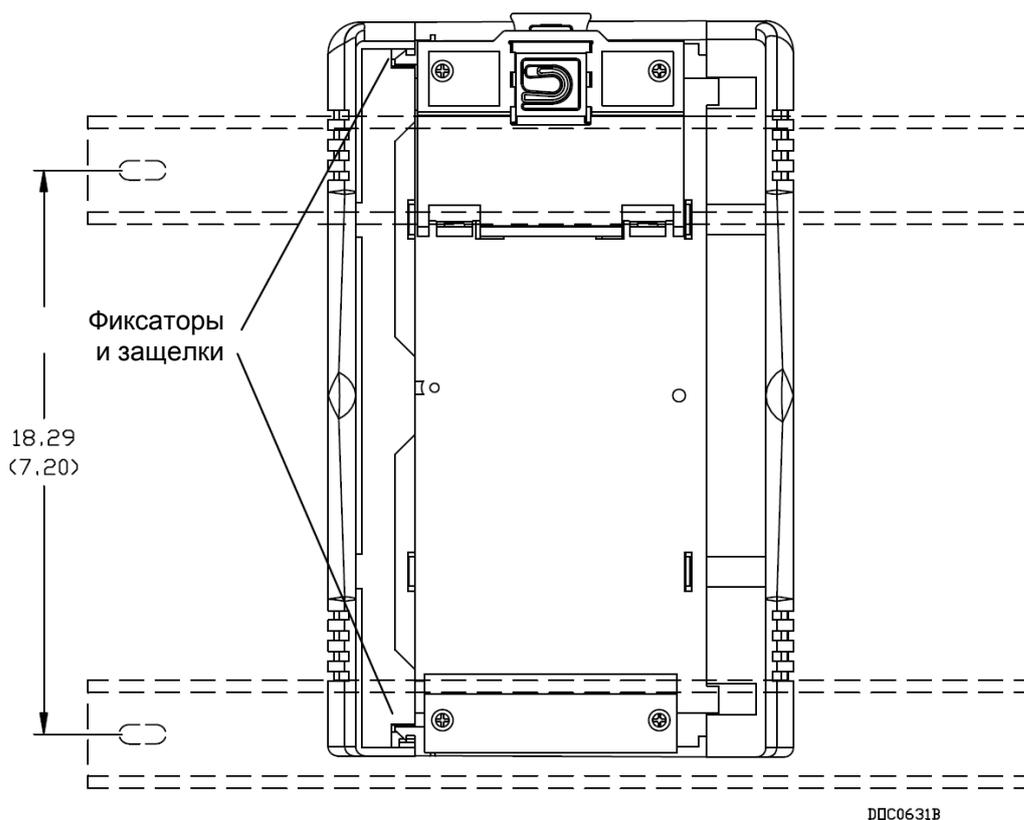

Рис. 2-6. Пластмассовые защелки с задней стороны EXP
3. Поверните ROC827 к себе задней стороной (как показано на *рис. 2-6*).